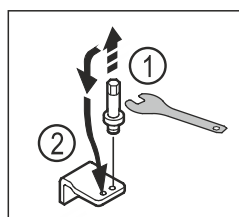

Fig. 18
- ▶ Draai de bout van de onderste lagersteun los met een SW5-inbussleutel. Fig. 18 (1)
- ▶ Plaats de bout aan de andere kant. Fig. 18 (2)